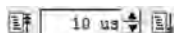

图 3.32 RTL 仿真结果
(2) RTL 仿真。单击 Tools → RTL simulation, Quartus Prime 会自动调用 ModelSim-Altera 仿真器弹出如图 3.32 所示的仿真结果。
为了便于观察仿真结果, 可以选择图 3.32 中左侧的信号名称, 单击鼠标右键, 选择 Radix 显示结果, 本例中可以选择 unsigned 作为结果显示。